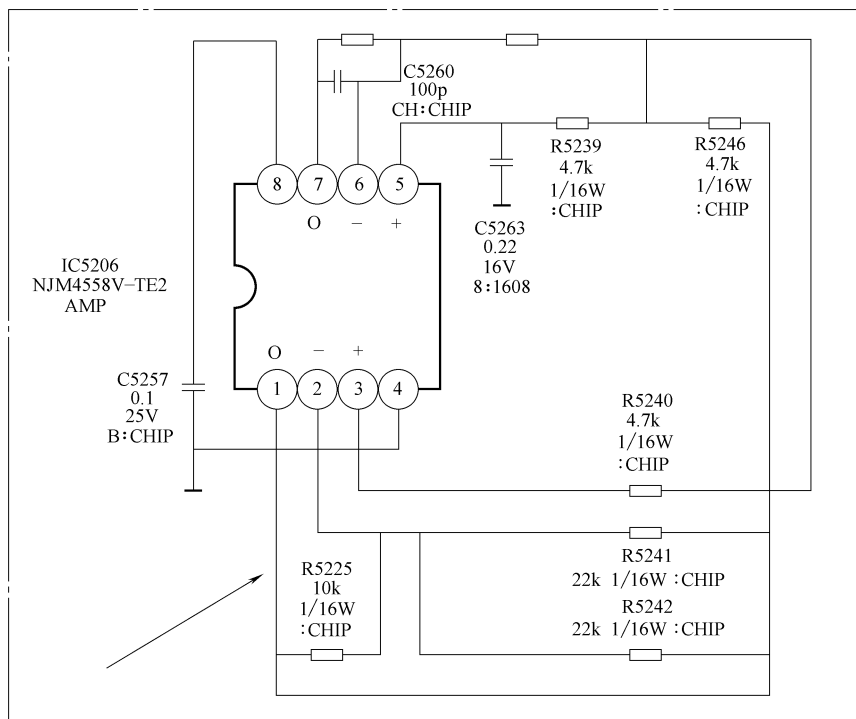

图 5-116 电阻 R5225 相关电路截图
- 2) 电阻 R5225 相关电路截图如图 5-116 所示。